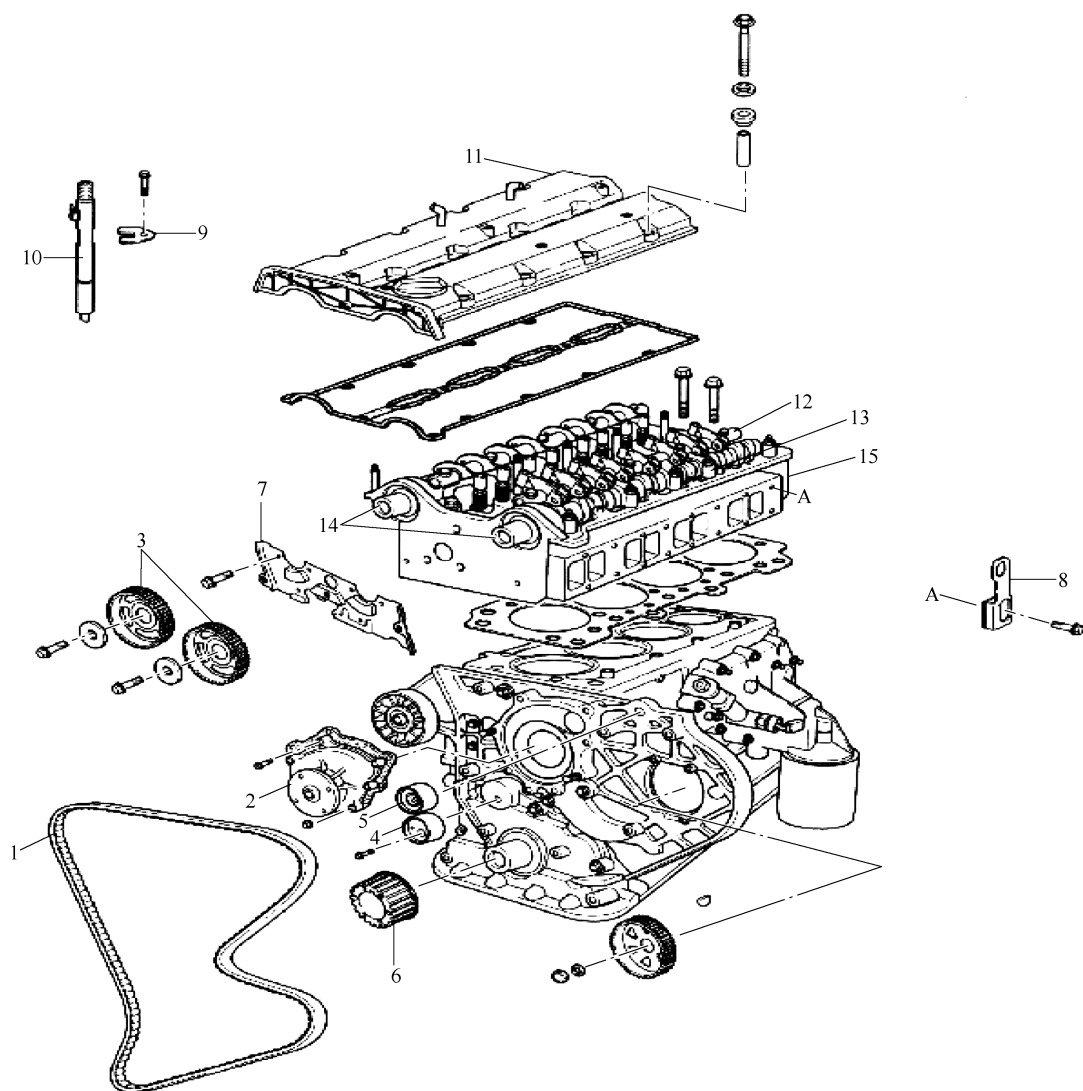

图 8-57 正时带单元分解
正时带单元分解见图 8-57。
14) 按图 8-57 所示顺序拆下缸盖螺栓。